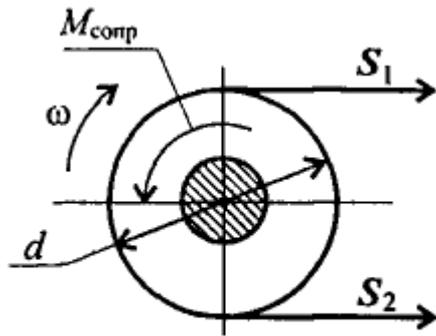

Рис. 17.10
3. Шкив приводится во вращение ременной передачей (рис. 17.10). Натяжение ведущей ветви ремня $S_1 = 120 \text{ Н}$, ведомого — $S_2 = 50 \text{ Н}$. Масса шкива 200 кг, диаметр 80 мм, момент сопротивления в подшипниках 1,2 Н-м. Определить угловое ускорение вала пренебрегая его массой. Шкив считать тонкостенным цилиндром.